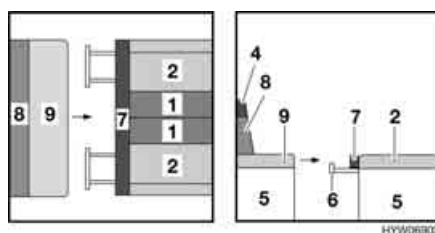

Fig. 104 Durante la trasformazione
- Estrarre la prolunga del cassone letto (Fig. 104,6) da entrambi i cassoni della dinette centrale fino all'arresto.
- Sollevare leggermente il divano (Fig. 104,9) ed estrarlo fino all'arresto.
- Sfilare il cuscino aggiuntivo (Fig. 104,4) dal cuscino dello schienale (Fig. 104,8). Il cuscino aggiuntivo è fissato a quello dello schienale tramite un nastro in velcro e può essere staccato con facilità.